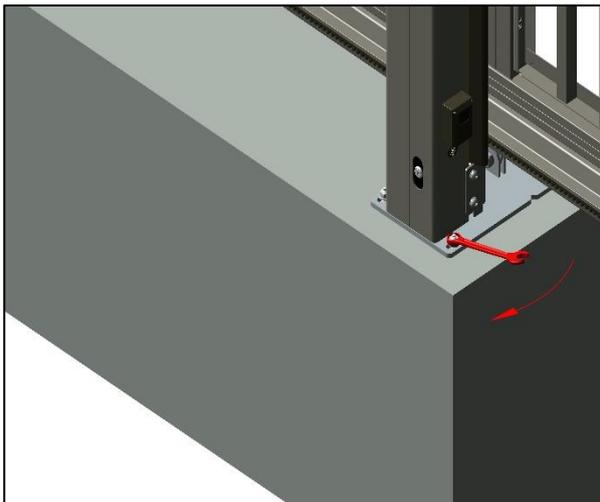

Abbildung 7: Beilagen und Muttern anziehen
7. Beilagen und Muttern anbringen und handfest anziehen. Siehe *Abbildung 7: Beilagen und Muttern anziehen*.